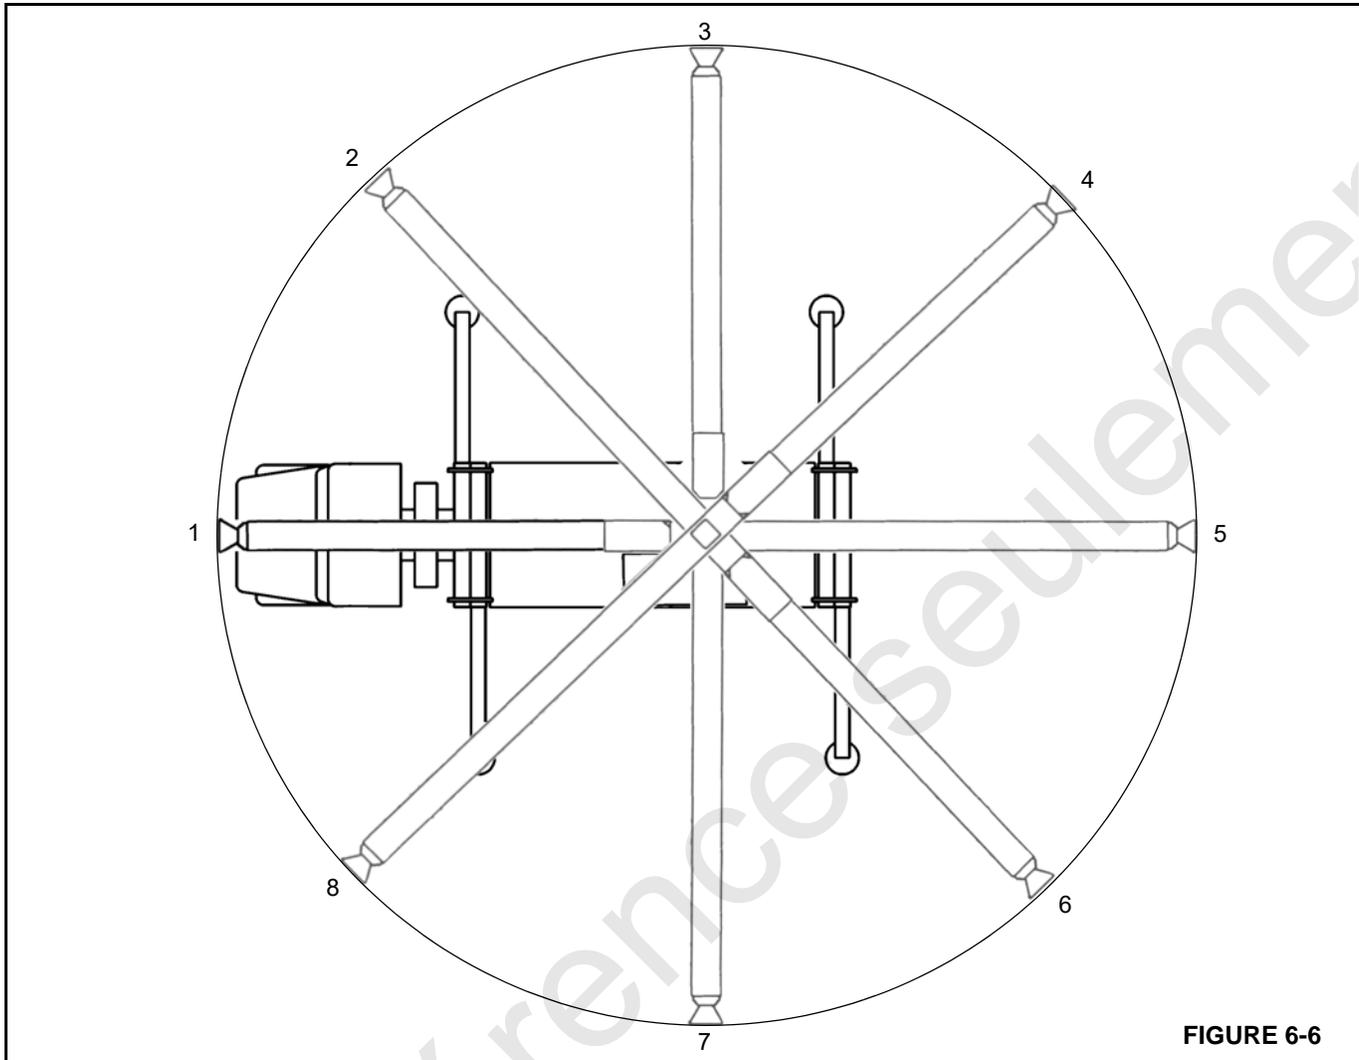

FIGURE 6-6
10. Si la moyenne est de moins de 2 mm (0,090 po), répéter la mesure tous les 45° de la périphérie du champ d'action de la grue (Figure 6-6).